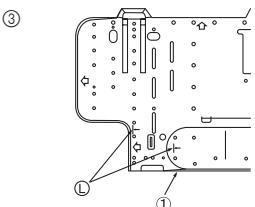

Fig. 3-7
- ③ En caso de que el tubo esté empotrado en la pared con anterioridad: (Fig. 3-7)
④ Marca
⑤ Soporte de montaje en la pared